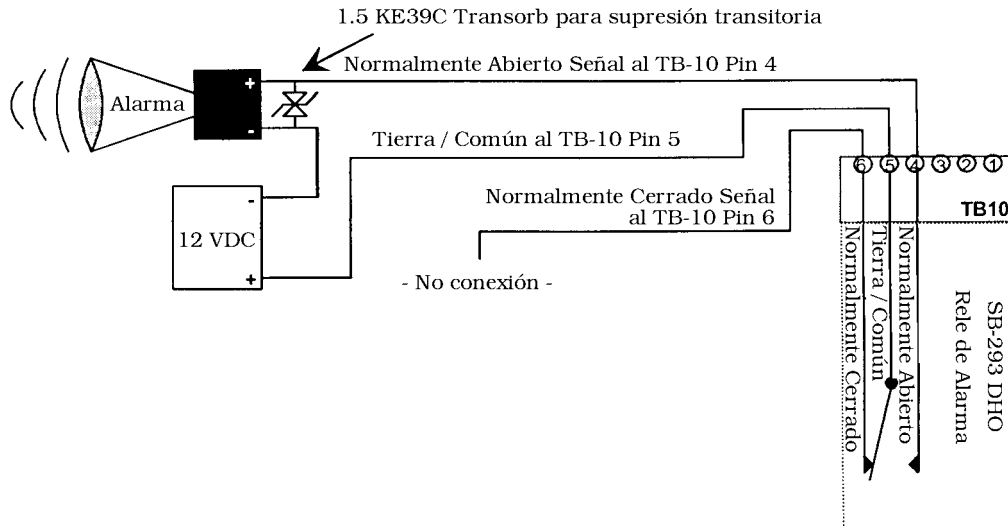

Figura 8: Alarma de Puerta Retenida Abierta (DHO) – Puerta - A
- Ve a Figura 8 para un dibujo de ejemplo de Relé Puerta A retenida (DHO)